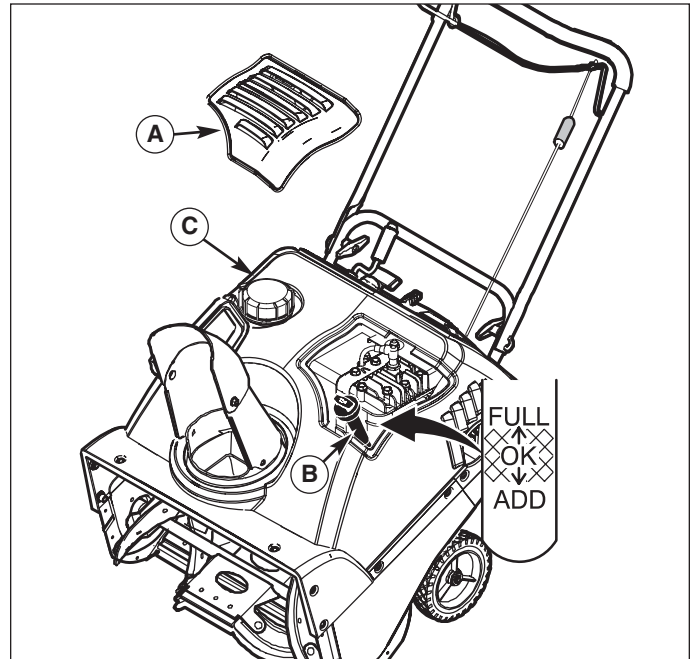

Abbildung 9. Motorölstand prüfen und Motoröl/Benzin nachfüllen
2. Die Zugangsplatte (A, Abbildung 9) von Öleinfülldeckel/Peilstab abnehmen.
5. Nach Bedarf Öl einfüllen, bis der Ölstand die FULL-Markierung auf dem Öleinfülldeckel/Peilstab erreicht (siehe Abbildung 9). Nicht zuviel Öl einfüllen.
1. Den Tankdeckel (C, Abbildung 9) abschrauben.